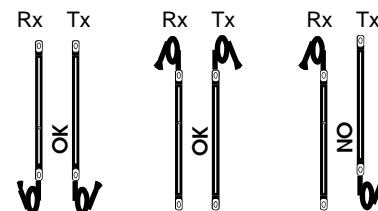

Figura 1: orientamento delle barriere
- Trasmettitore e ricevitore devono avere lo stesso orientamento; i cavi devono quindi uscire entrambi dalla parte alta o entrambi dalla parte bassa (vedere figura 1 a lato).